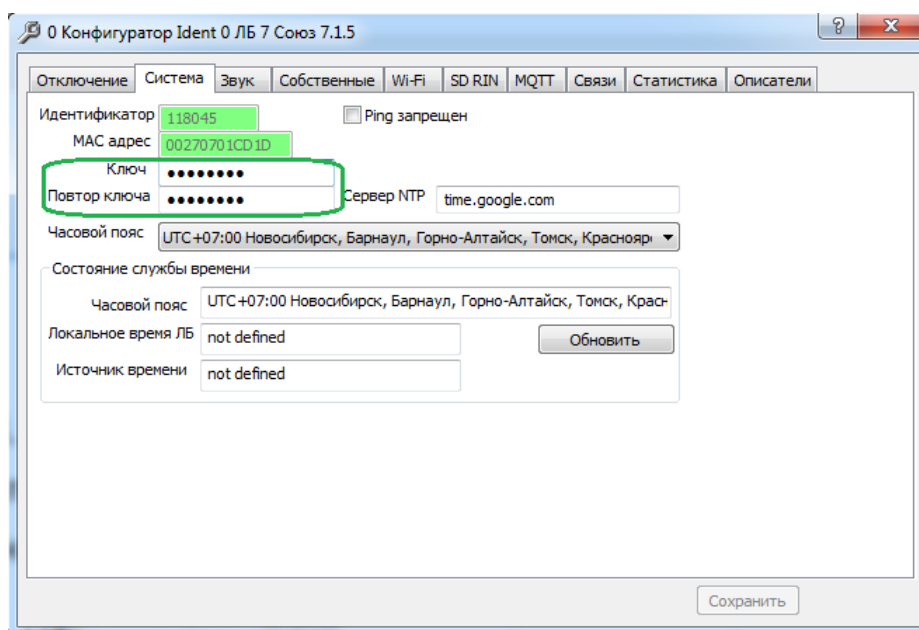

Рисунок 12 Ввод Ключ, повтор ключа
Для ЛБ необходимо ввести ключ шифрования, который будет сохранён в NVRAM блока для последующего использования. Ключ и Повтор ключа, вводятся во вкладке **Система**, в соответствующие поля (выделены зелёным цветом), см. **Рисунок 12**
Так же необходимо установить часовой пояс, см. **Рисунок 12**
- Идентификатор ЛБ, см. **Рисунок 12 Ввод Ключ, повтор ключа**. Поле **Идентификатор**;